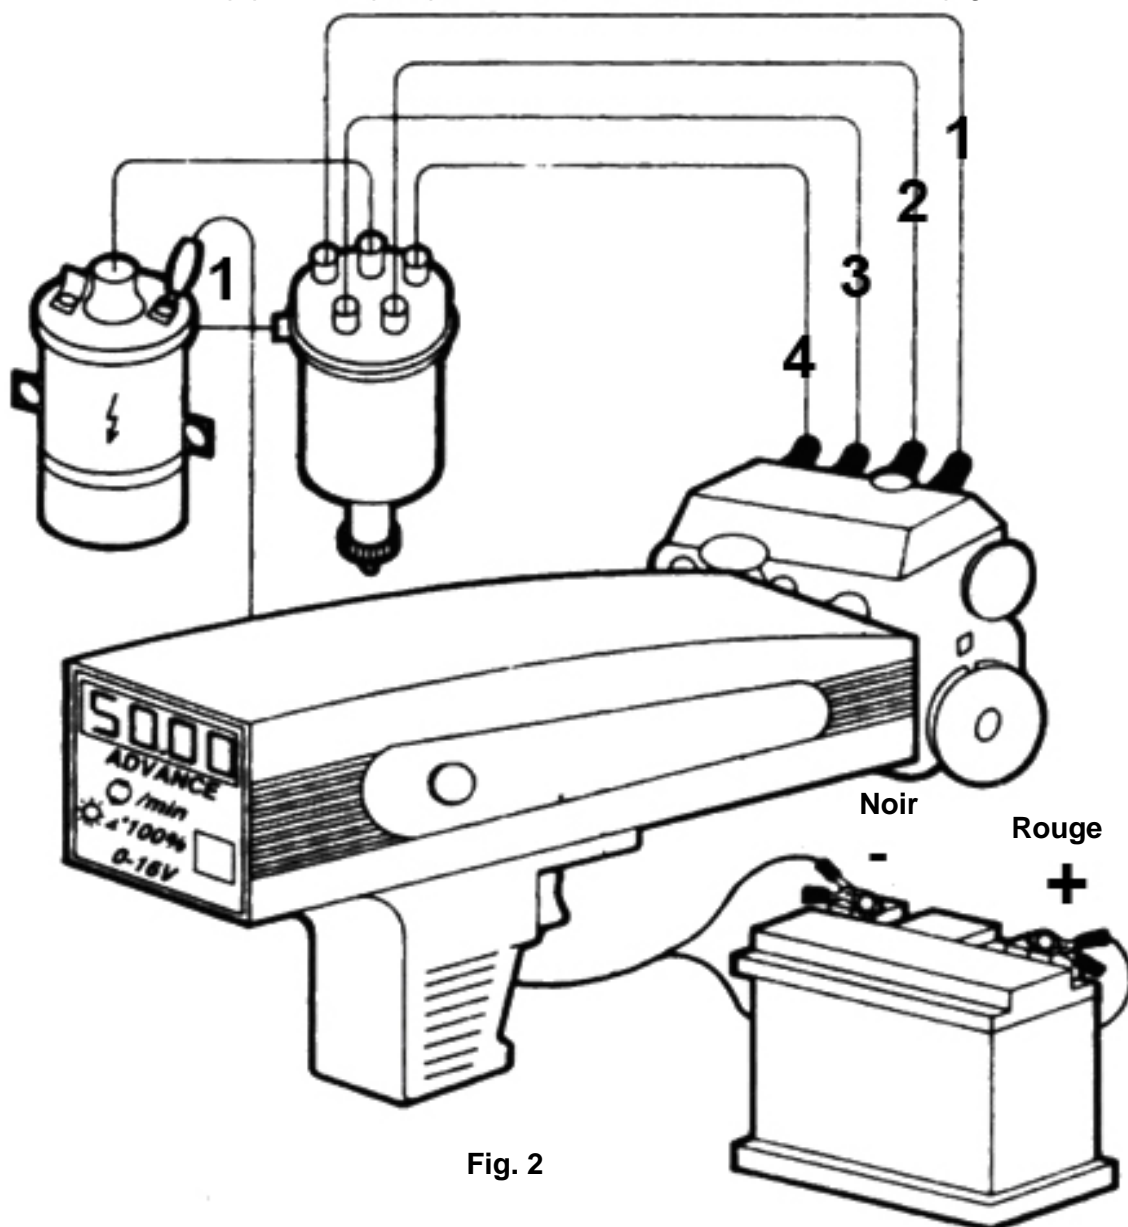

Fig. 2
Si la position du distributeur avait été modifiée ou si vous soupçonnez que le réglage est incorrect : branchez le stroboscope sur le moteur à essence (voir Fig. 2). Laissez se chauffer le moteur à la température de service et assurez-vous que les contacts du disjoncteur et l'angle de fermeture sont réglés correctement.
1. Appuyez sur le bouton sélecteur du stroboscope, jusqu'à ce que l'angle de fermeture soit sélectionné. (voir Figure 2)